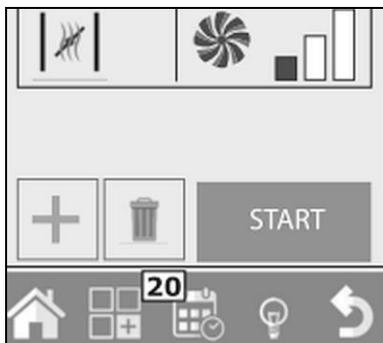
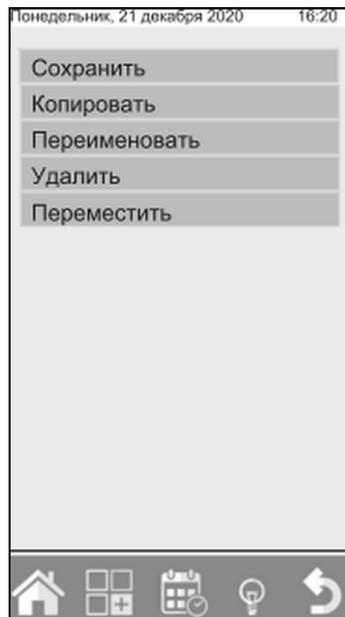

Рис. 25
Рис. 26
5. Выбрать в меню „Функции“ (20, Рис. 25), „Сохранить“, а затем „Копировать“.
1. Если программа приготовления должна быть перемещена из одной группы в другую, следует открыть нужную программу и нажать кнопку „Функции“ (20, Рис. 25).
После открытия программы приготовления нажать кнопку „Функции“ (20, Рис. 25), выбрать „Сохранить“, а затем „Переименовать“ (Рис. 27). Ввести новое имя с помощью клавиатуры и нажать ввод.
1. После открытия программы приготовления которую следует удалить, нажать кнопку „Функции“ (20, Рис. 25), а затем „Сохранить“ и „Удалить“ (Рис. 26).